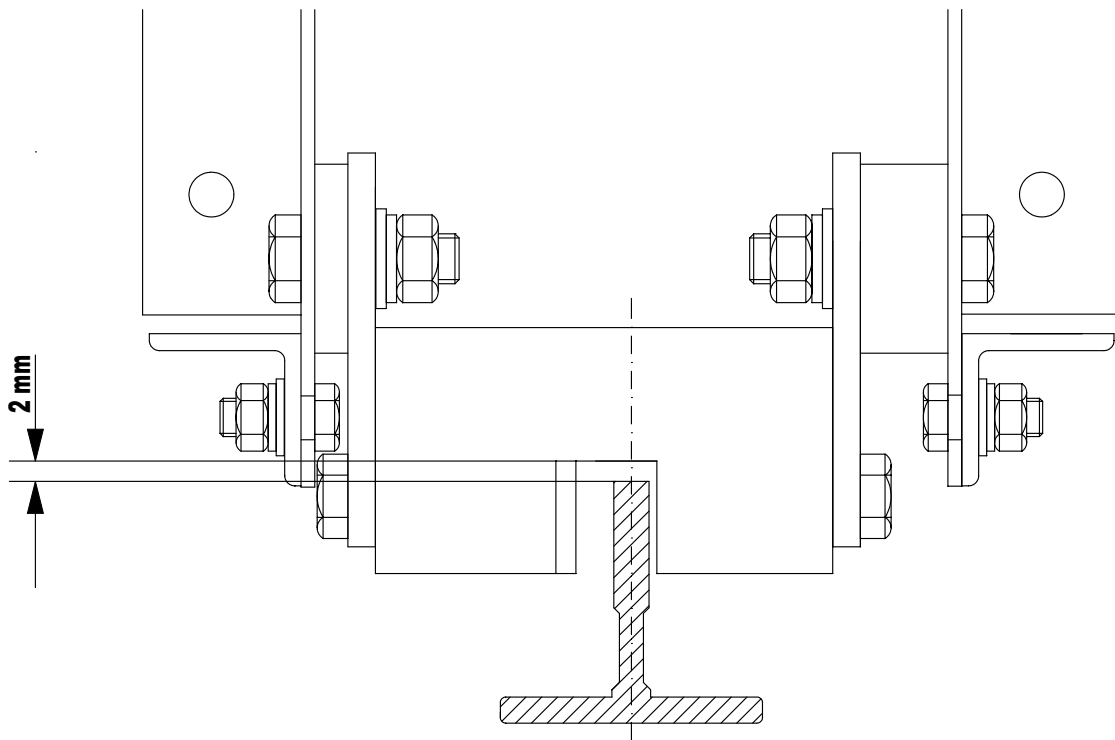

Figura 3.2 : Ajuste entre el fondo de la caja y el frente de guía
- 1b . Fijar la caja de cuñas (1) a las piezas para su acoplamiento al chasis (3) mediante tornillería de M16 (2), asegurando el apriete de la misma. El par de apriete recomendado para los tornillos de M16 es de 193 N·m. Comprobar que no sobresalen por las caras internas de la caja paracaídas.
- 2b . Situar el conjunto de manera que la guía quede introducida en la ranura correspondiente y deslizarlo manualmente hasta enfrentar los taladros de las piezas de acoplamiento (3) con los del chasis y fijarlo.
- 3 . Ajustar con las rozaderas inferiores el centrado del chasis en la entreguía de forma que aproximadamente quede la separación prevista entre el frente de guía y el fondo de la caja (Cota A), ver figura 3.2.